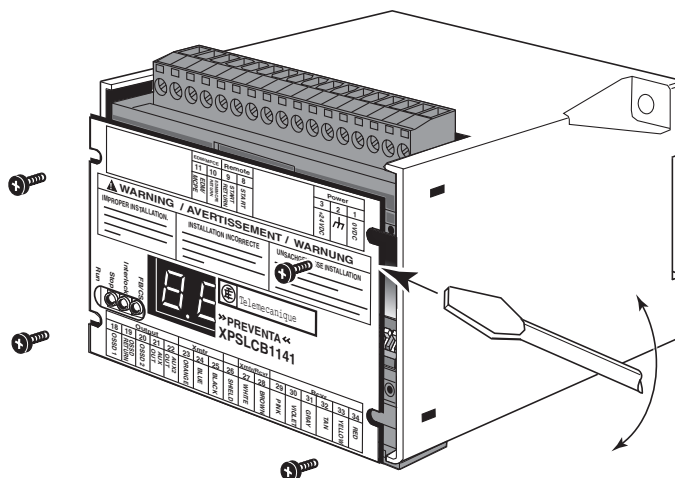

Figura 7: Acesso aos Interruptores DIP
1. Retirar os quatro parafusos que prendem a tampa no lugar (consultar a figura 7).
2. Colocar a fenda de uma chave de parafusos fina entre a tampa e o invólucro do controlador e levante a tampa para fora com cuidado (consultar a figura 7). A tampa não é articulada e pode ser completamente retirada.